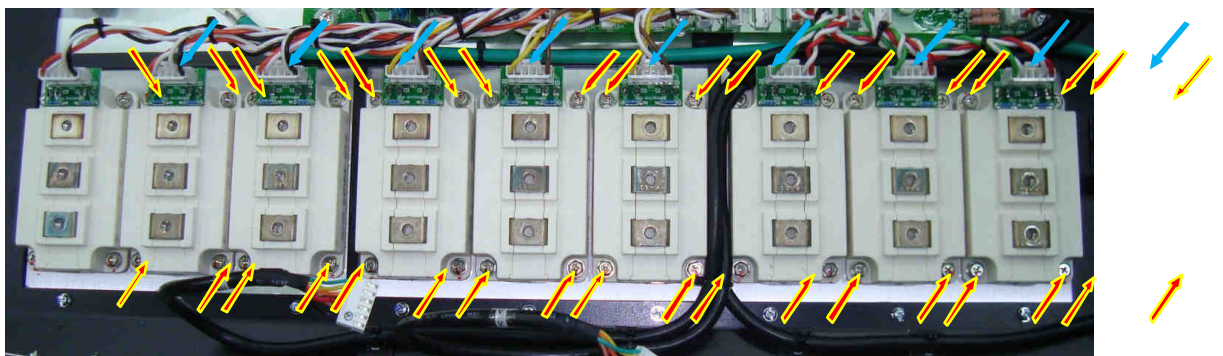

Рис. 6.34.
- 6.18.3. Отсоединить от выходных модулей IGBT разъемы жгутов управления (рис. 6.34, синие стрелки), выкрутить 36 винтов крепления модулей IGBT к радиатору (рис. 6.34, красные стрелки). Выходные шины и винты положить в тару. Демонтировать модули IGBT и положить их в тару.